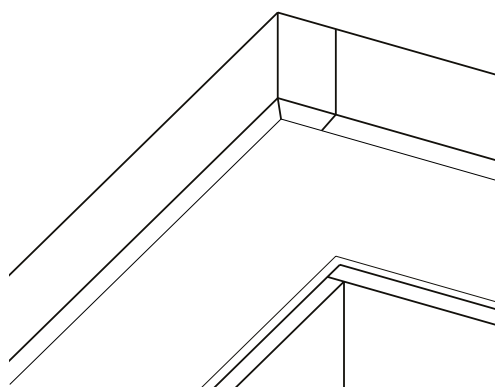

Рис. 11
■ Согните J-фаску по линии, чтобы обрезанный под 45° край нижней полки был снаружи. Короткий край планки не крепится к обрешетке, он прижмется к лобовой доске следующей планкой при стыковке (рис. 11).